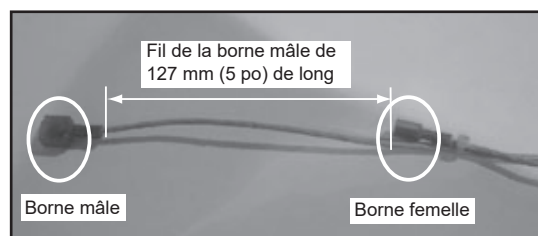

Figure 23.3
6. En utilisant les petites attaches fournies, rattachez ce fil aux mêmes endroits qu'avant. Laissez la cosse mâle plus longue 127 mm (5 po) que la cosse femelle qui est déjà attachée au harnais. **Figure 23.3.**